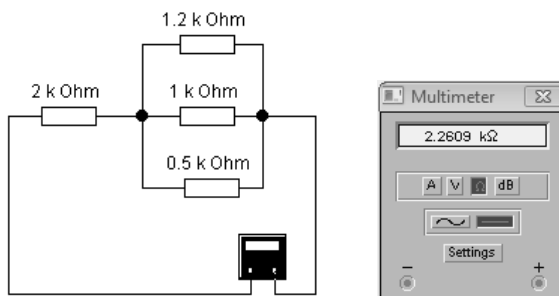

Рис. 1. Измерение эквивалентного сопротивления при помощи мультиметра
1. Собрать электрическую цепь, показанную на рис. 1. При помощи мультиметра замерить эквивалентное сопротивление.